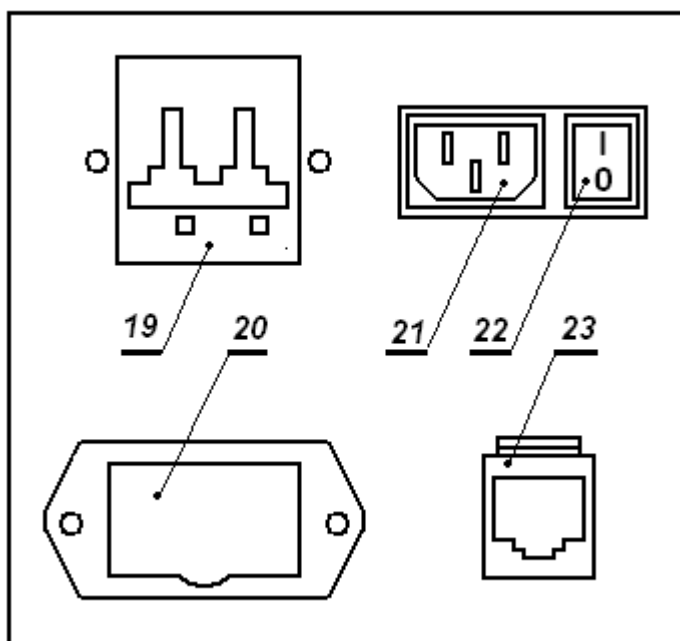

Рис.3. Панель управления электропитанием изделия
4.7 На правой боковой стороне блока электроники (рис.3) размещена панель с элементами управления электропитанием изделия: